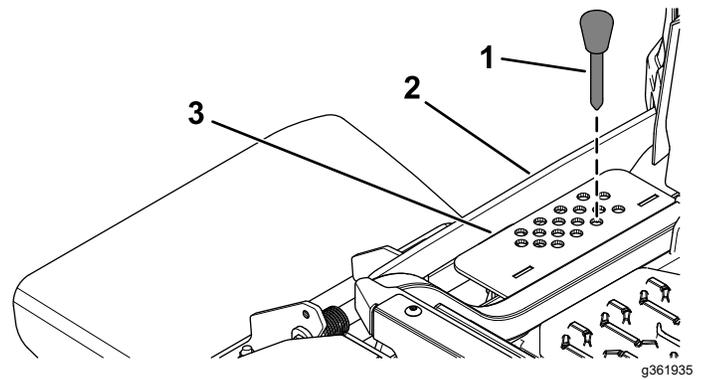

Figura 22
2. Seleccione el taladro del soporte de altura de corte que corresponde a la altura de corte deseada, e inserte el pasador (Figura 22).
3. Presione el interruptor de elevación de la carcasa hasta que el acoplamiento de la altura de corte entre en contacto ligeramente con el pasador de selección de la altura de corte (Figura 22).